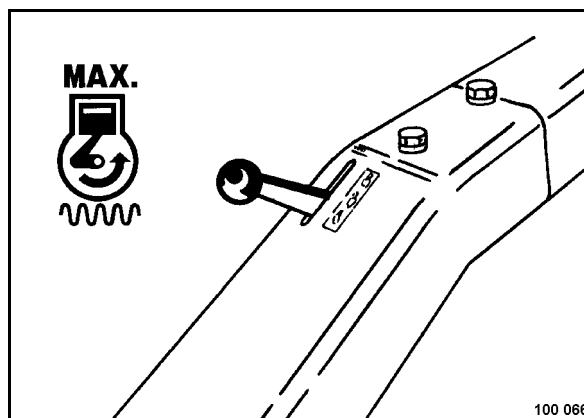

Fig. 19
- Colocar la palanca reguladora de revoluciones (Fig. 19) a posición "MAX".